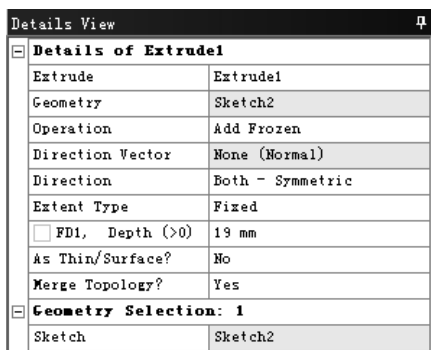

图 3.12.8 “Details View”对话框
(2) 在工具条中单击 Extrude 按钮，弹出图 3.12.8 所示的“Details View”对话框，使用图 2 作为截面，在 Operation 下拉列表中选择 Add Frozen 选项，在 Direction 下拉列表中选择 Both - Symmetric 选项，在 ☐ FD1, Depth (>0) 文本框中输入数值 19，其他采用系统默认设置值。单击工具条中的 Generate 按钮，完成拉伸特征的创建。